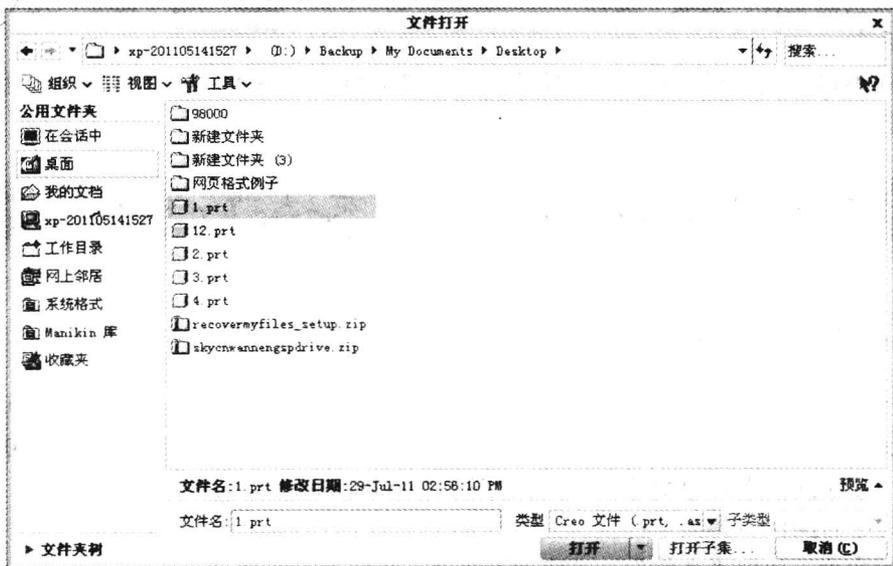

图 1-7 “文件打开”对话框
① 执行命令。单击“快速访问”工具栏中的“打开”按钮, 执行打开文件命令。
② 选择文件。此时系统打开“文件打开”对话框, 如图 1-7 所示。在此对话框中, 可以选择并打开 Creo Parametric 的各种文件。单击“文件打开”对话框中的“预览”命令, 则在此对话框的右侧打开文件预览框, 可以预览所选择的 Creo Parametric 文件。
① 执行命令。单击“文件打开”对话框上部的“在会话中”按钮, 执行打开内存文件